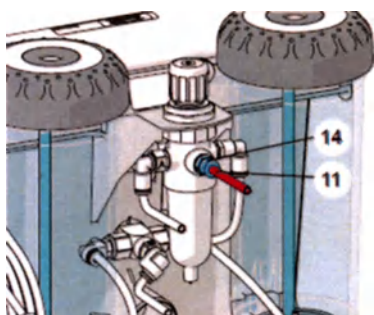

Рис. 3
3. Подсоединение сжатого воздуха (рис.3)
- Шланг для сжатого воздуха (11) вставить до упора в гнездо (14). При этом будет ощущаться легкое сопротивление.